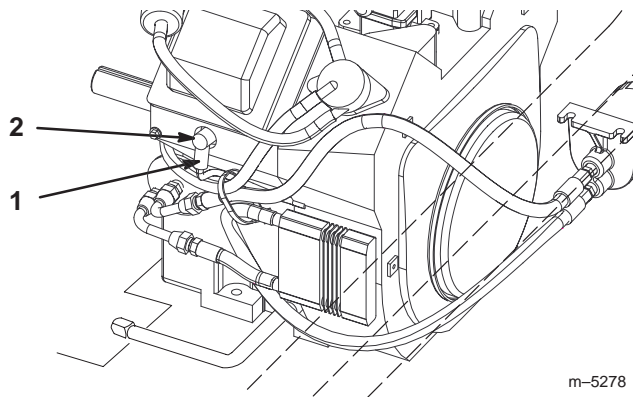

Bild 59
2. Ziehen Sie den/die Kerzenstecker von der(n) Zündkerze(n) (Bild 59). Reinigen Sie jetzt den Bereich um die Zündkerze(n), um zu verhindern, dass Schmutz in den Motor fallen und Schäden verursachen kann.
3. Drücken Sie den/die Kerzenstecker auf die Zündkerze(n) (Bild 59).